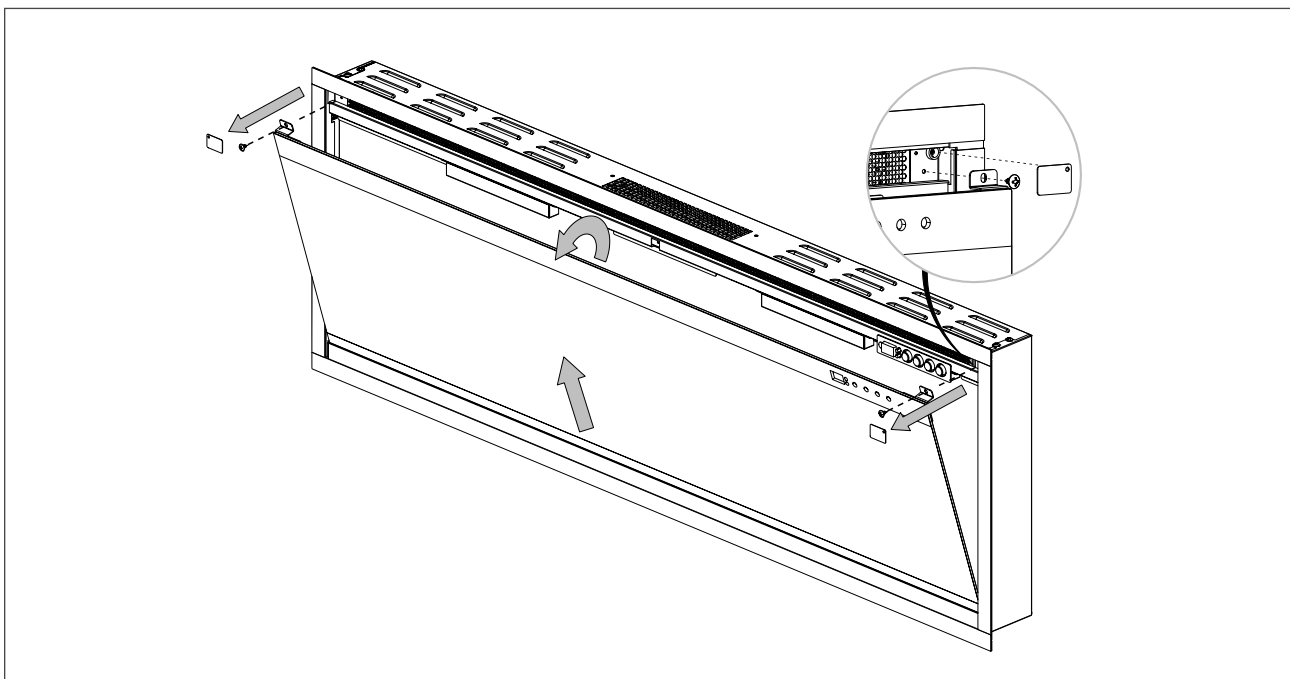

Fig. 13
1. Pour retirer le verre avant, retirez les caches magnétiques qui recouvrent les vis de fixation du verre avant. (Les caches magnétiques sont inclus dans le sac de quincaillerie lors de l'installation initiale du foyer.) **(Fig 13)**